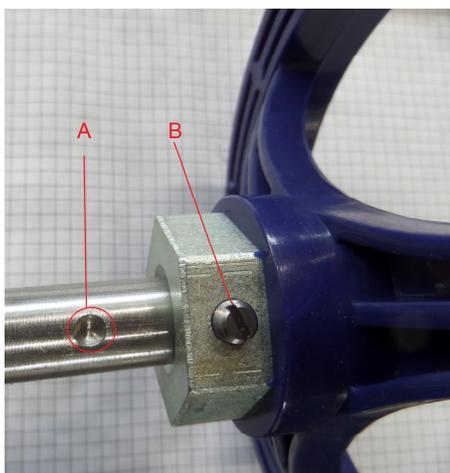

Рис. 7 Установка штурвала.
- распаковать штурвал. На вале механизма управления положением варочного сосуда совместить метку А с винтом В на штурвале (см. рис. 7). Используя отвертку с плоским шлицом установить винт «В» до упора;